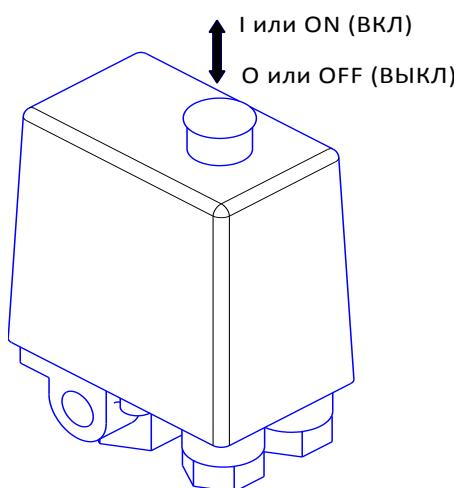

Рисунок 3
- 1 Проверьте, чтобы выключатель на маностате находился в выключенном положении "О" или "OFF", в зависимости от исполнения (см. рисунок 3).
- 4 Включите компрессор выключателем на маностате. Для этого необходимо переключить выключатель в положение "I" или "ON", в зависимости от исполнения (см. рисунок 3).
- 1 Выключить компрессор выключателем на маностате. Для этого необходимо переключить выключатель в положение "O" или "OFF", в зависимости от исполнения (см. рисунок 3). После этого остановится электродвигатель и произойдет сброс давления из нагнетательного воздухопровода и поршневого блока.